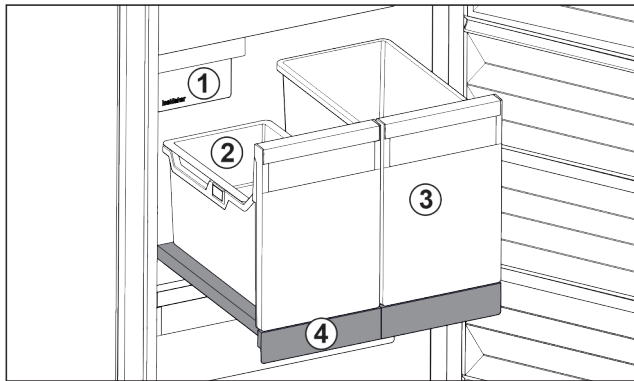

Fig. 17 Auszugsbord mit IceTower
Auf dem Auszugsbord sind zwei hohe Behälter (IceTower). Im Behälter Fig. 17 (2) werden Eiswürfel aus dem IceMaker gesammelt und gelagert. Behälter Fig. 17 (3) eignet sich für die Lagerung von hohen Lebensmitteln wie Pizzen oder alkoholischen Getränken.